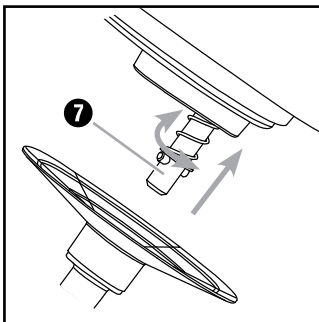

Fig. 1 : montage des accessoires
- 2) Positionnez le bol mélangeur ⑥ de manière à ce que les crans d'arrêt situés sur le bol mélangeur ⑥ entrent dans l'évidement du socle ⑤. Tournez le bol mélangeur ⑥ dans le sens horaire (voir les symboles  et  sur le socle ⑤) de manière à ce qu'il soit verrouillé et bien fixé.
- 4) En fonction de la tâche, montez le crochet de pétrissage **10**, le fouet **11** ou le batteur plat **12** sur l'axe d'entraînement **7** (Fig. 1) :